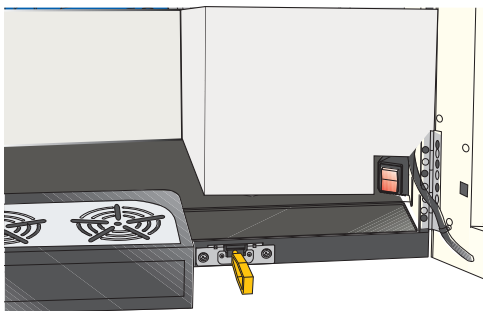

Fig. 7
- Schakel de hoofdschakelaar van de machine in (fig. 7).